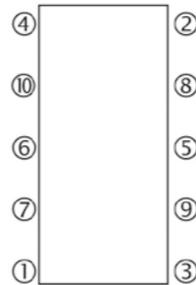

Fig.11
- Nettoyez et lubrifiez correctement les tirants, positionnez-les, puis serrez les écrous progressivement et uniformément dans l'ordre inverse du démontage indiqué à la Fig.11 jusqu'à obtenir la cote correcte entre plateaux (cote de serrage) indiquée sur la plaque signalétique. Vérifiez que cette cote est bien uniforme sur tout le pourtour des plateaux. Trop serrer peut déformer les plaques de manière irréversible. Si vous pensez nécessaire de serrer au-delà de la cote préconisée, contactez le service après-vente de CIPRIANI qui saura vous conseiller.